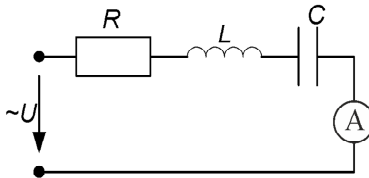

Рис. 3.14
1. Определить показание амперметра в цепи (рис. 3.14), построить векторную диаграмму тока и напряжений, если $u = 311,1 \sin 314t$ В; $R = 60$ Ом; $L = 318$ мГн; $C = 159$ мкФ. Задачу решить комплексным методом.